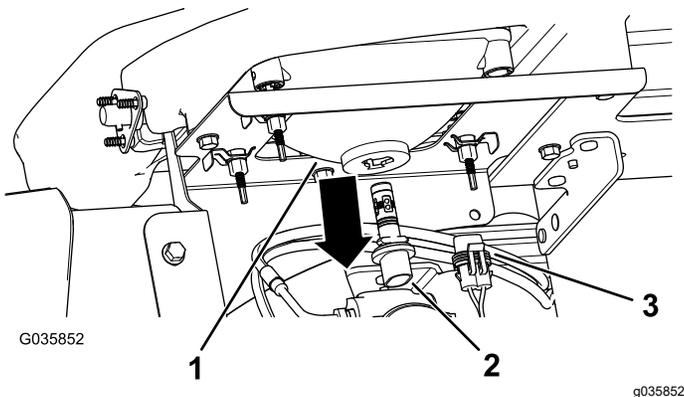

Figura 43
- Desconecte el conector eléctrico del arnés de cables del conector de la lámpara, en la parte trasera de la carcasa del faro (Figura 43).
- Retire el conjunto de la lámpara girándola $\frac{1}{4}$ de vuelta en sentido antihorario y desplazándola hacia atrás (Figura 43).
- Instale el conjunto de lámpara nueva y la carcasa del faro y alinee las pestañas del conjunto de la lámpara con las ranuras de la carcasa del faro (Figura 43).
- Sujete el conjunto de la lámpara girándola $\frac{1}{4}$ de vuelta en sentido antihorario (Figura 43).
- Conecte el conector eléctrico del arnés de cables al conector del conjunto de la lámpara nueva (Figura 43).